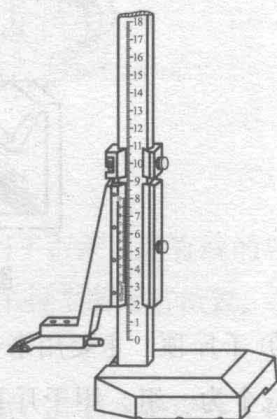

图 1-5 高度游标卡尺
⑤ 高度游标卡尺。高度游标卡尺是一种精密量具 (如图 1-5 所示)，最小读数值 0.02mm ，装有硬质合金划线脚，可以直接表示出高度尺寸，一般用于半成品划线。